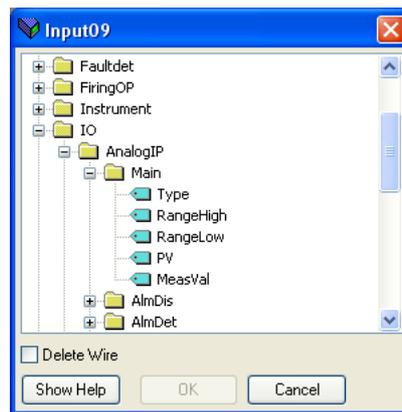

Figure 148 Fenêtre du navigateur
1. Double cliquer sur la position suivante disponible dans le tableau des données d'entrées et de sorties et sélectionner la variable à lui assigner. Un pop-up (Figure 148) sert de fenêtre de navigation dans laquelle une liste de paramètres peut être ouverte.